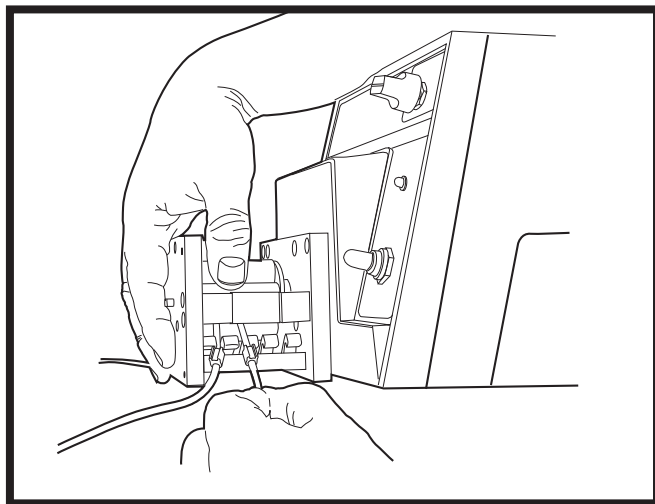

Figura 9, Tire del tubo hacia abajo hasta sacar el anillo de la ranura.
3. Tire del tubo hacia abajo hasta sacar el anillo de la ranura. (Figura 9).